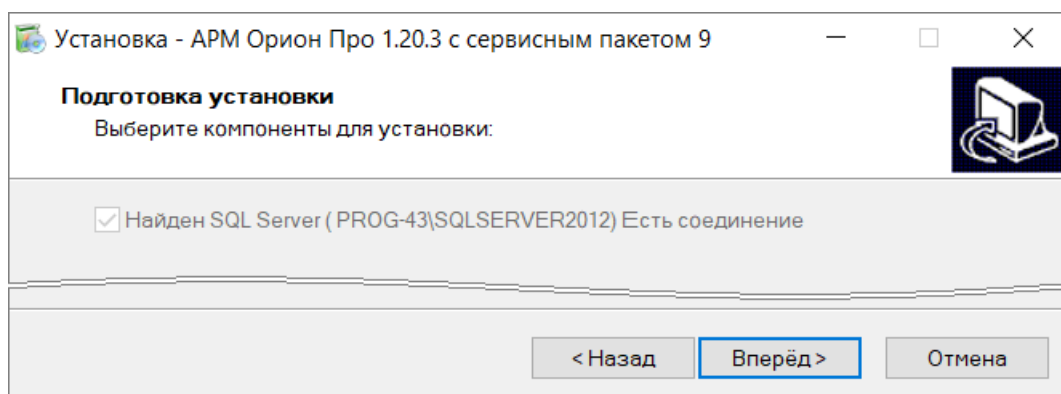

Рисунок 2-5 Информация о найденной на ПК СУБД
- если на ПК уже установлена СУБД MS SQL Server версии, соответствующей ОС, то отобразится информация об этой СУБД (см. Рисунок 2-5);